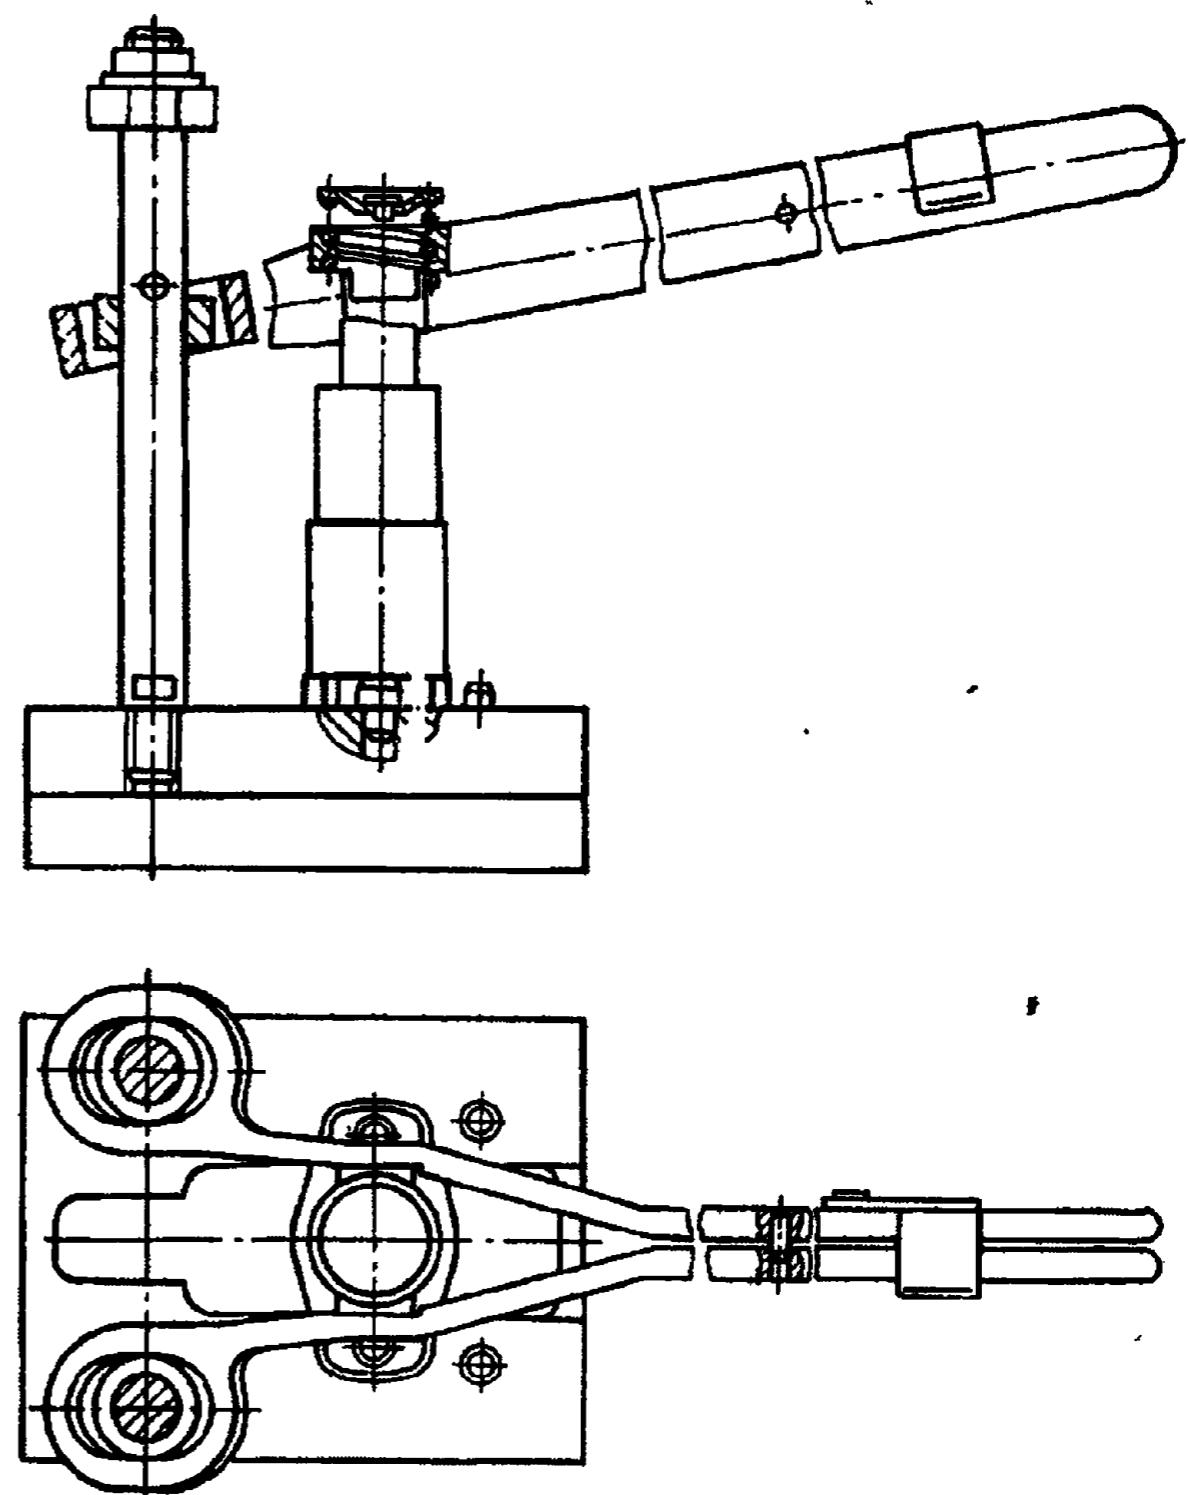

Рис. 83. Установка насосной секции ТНВД в приспособление И801.20.000 для разборки-сборки
19. Установите секцию в тисках или специальном приспособлении (рис. 83)	—